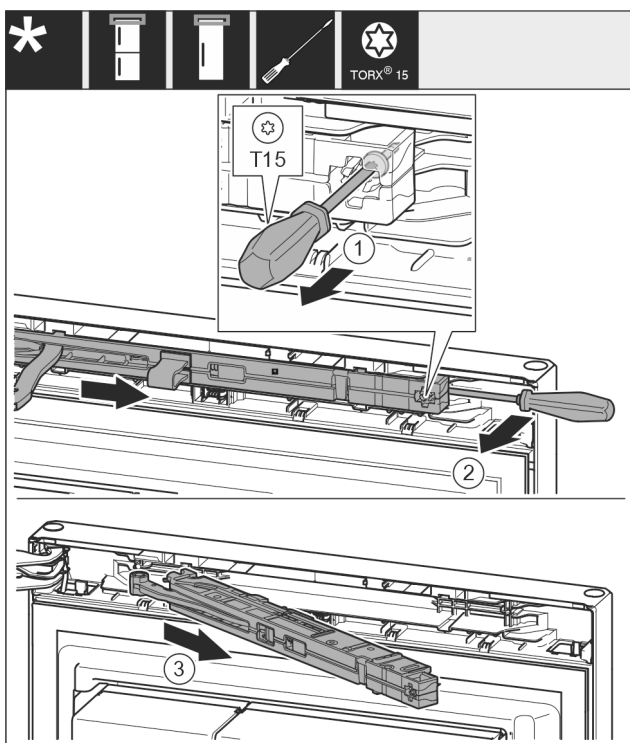

Fig. 15
- ▶ Oldja ki a csavart Fig. 15 (1) a záráscsillapító egységen 14 mm méretű csavarhúzóval.
- ▶ Emelje ki a záráscsillapító egységet Fig. 15 (2) a fogantyú felőli oldalon csavarhúzó segítségével felfelé.
- ▶ Húzza ki a záráscsillapító egységet Fig. 15 (3).